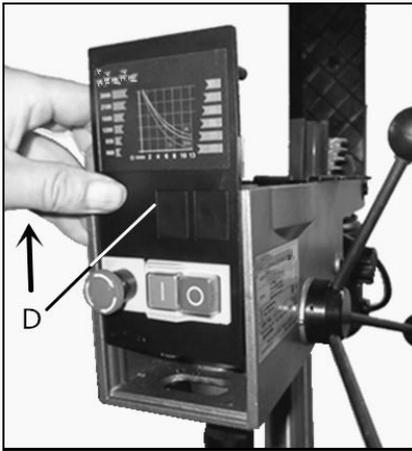

Abb. 13
- (iii) Ziehen Sie die Frontplatte heraus (D, Abb. 13).